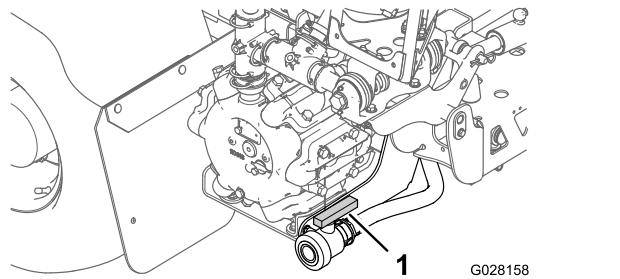

Figura 44
2. Localice la válvula de vaciado del depósito situada en la parte trasera de la máquina (Figura 44).